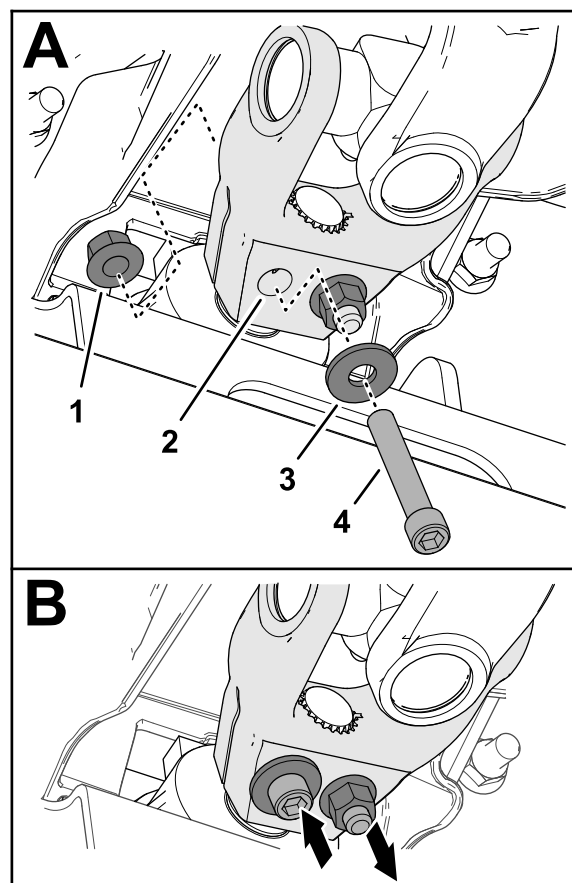

Figure 18
6. Insérez une vis à tête creuse ($\frac{3}{8}$ " x $2\frac{1}{4}$ ") dans une rondelle ($\frac{3}{8}$ ") et dans le trou de la chape de l'arbre d'entraînement (Figure 18), et fixez la vis en place avec un contre-écrou à embase ($\frac{3}{8}$ ").
7. Insérez une vis à tête creuse ($\frac{3}{8}$ " x $2\frac{1}{4}$ ") dans une rondelle ($\frac{3}{8}$ ") et dans le trou de la chape de l'arbre d'entraînement en passant par l'autre côté (Figure 18), et fixez la vis en place avec un contre-écrou à embase ($\frac{3}{8}$ ").